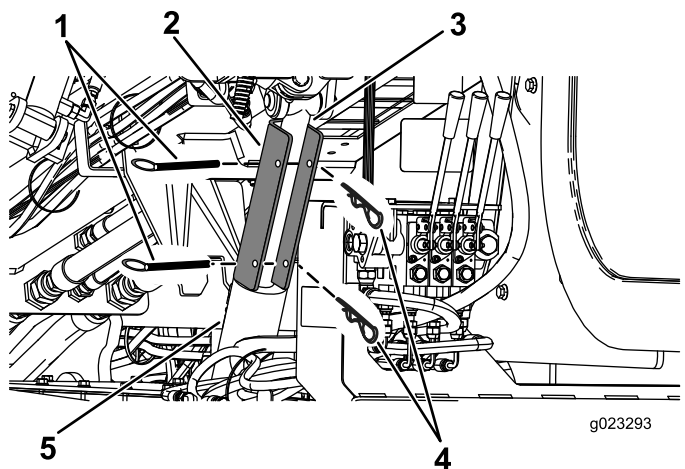

Figura 73
4. Posicione a trava do cilindro sobre a haste do cilindro (Figura 73).
5. Prenda a trava do cilindro com a cavilha e o contrapino (Figura 73).
4. Retire a contrapino e o pino de fixação da trava do cilindro (Figura 73).